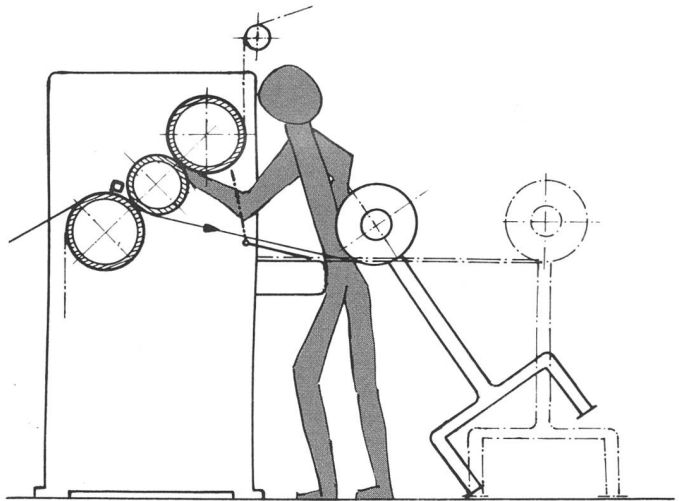

Bild 4 Foulard mit Docke
- In einem Betrieb musste Wirkware von 3 m Breite kalandriert werden, für die der vorhandene Kalandrierer nicht ausreichte. Es handelte sich um eine aussergewöhnliche Warenbahnbreite, die zu behandeln war. Man benützte hiezu das Foulard (Bild 4) mit einer andern Warenführung als es